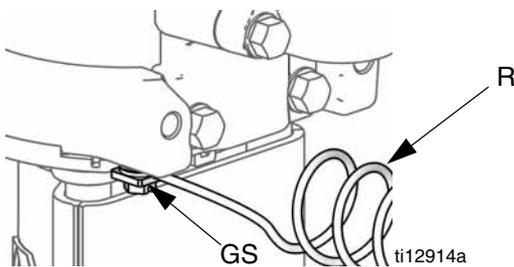

FIG. 2. Parafuso e fio de ligação à terra
1. Bomba: Consultar FIG. 2. Verifique se o perno de ligação à terra (GS) está ligado e apertado de forma segura no motor pneumático. Ligar a outra ponta do fio terra (R) a um verdadeiro contacto terra.